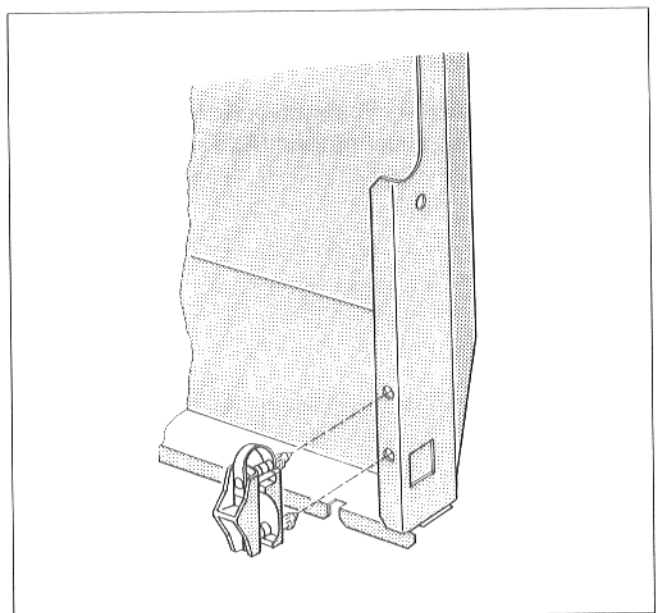

Abb. 8
- Zugentlastung vorne rechts oder links, je nach Brennertüranschlag, mit den beiden Stiften in die Bohrungen der Seitenwandabkantung einsetzen (Abb. 8).